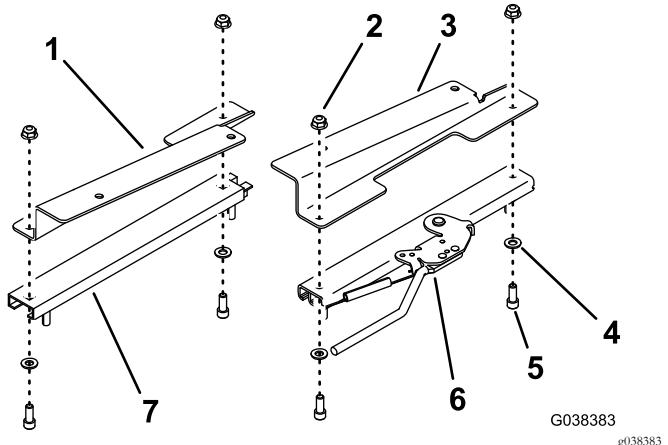

図5
5. 左右のシートプラケットを、左右のアジャスターに取り付ける六角ソケットボルト5/16 x 3/4インチ4本、平ワッシャ4枚、ナット5/16インチ4個で図5のように取り付ける。